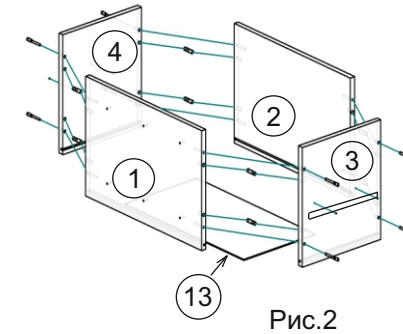

Рис.2
2. Соедините заднюю стенку и боковины ящика, в паз вставьте ДВП (поз. 13) и установите переднюю стенку ящика, и получившуюся конструкцию закрепите стяжками. Рис.2.